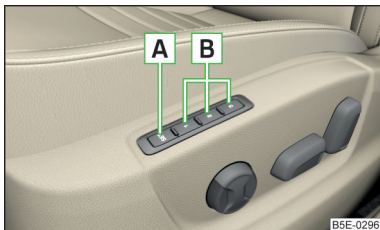

Fig. 76
Chacune des trois touches de mémorisation [B] » fig. 76 peut être affectée à un réglage différent.
- Appuyez sur la touche SET (Position [A] » fig. 76).
- Appuyez sur la touche de mémorisation souhaitée [B] » fig. 76.
- Appuyez sur une touche de mémorisation quelconque [B] » fig. 76 à la page 89 et la maintenir enfoncée.
- Appuyez sur la touche **SET** (position [A] » fig. 76 à la page 89) et maintenez-la enfoncée.